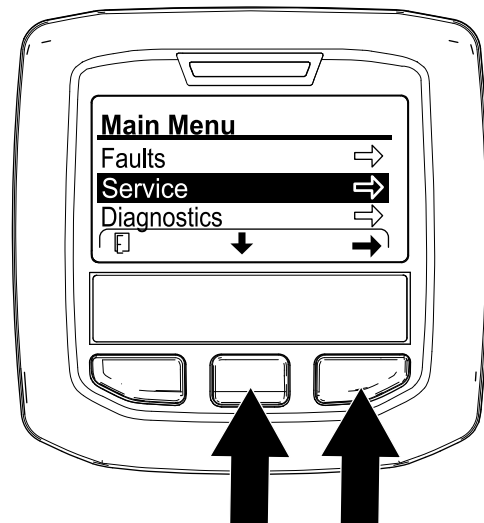

Рисунок 103
- В инфо-центре перейдите в MAIN MENU (ГЛАВНОЕ МЕНЮ) (Рисунок 103).